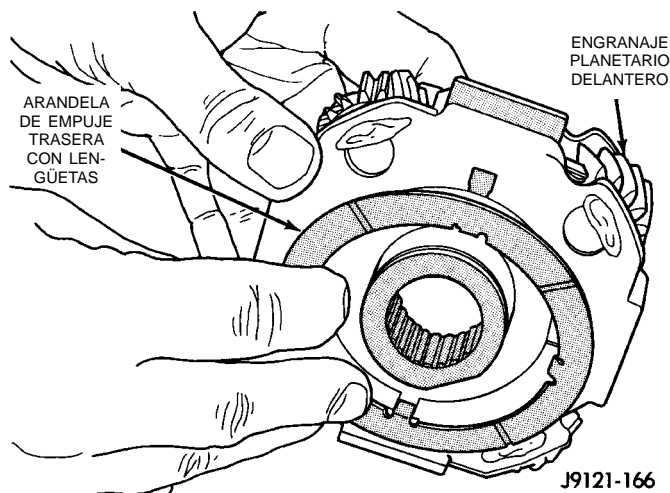

Fig. 190 Instalación de la arandela de empuje trasera en el engranaje planetario delantero
(13) Instale la arandela de empuje trasera en el engranaje planetario delantero (Fig. 190). Utilice la vaselina suficiente como para mantener la arandela en su lugar y asegúrese de que las cuatro lengüetas estén asentadas.